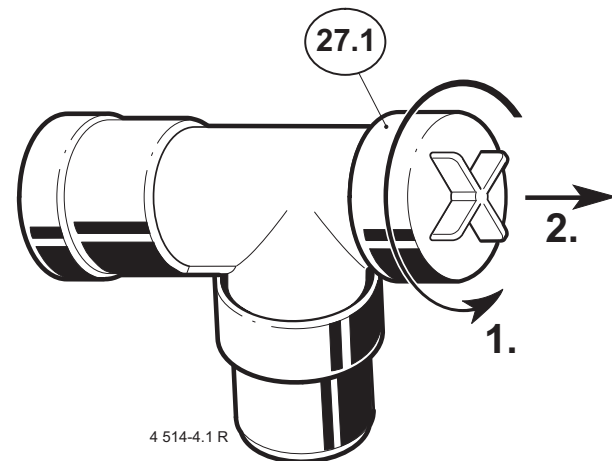
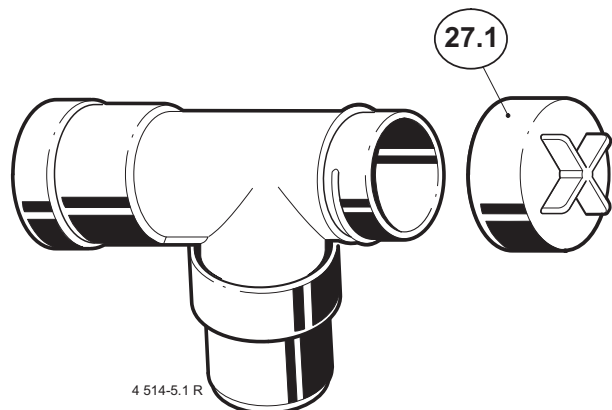

Bild 6
Bild 7
- Abgasverschluß (27.1) unter Linksdrehen abschrauben (Bild 6 und Bild 7).